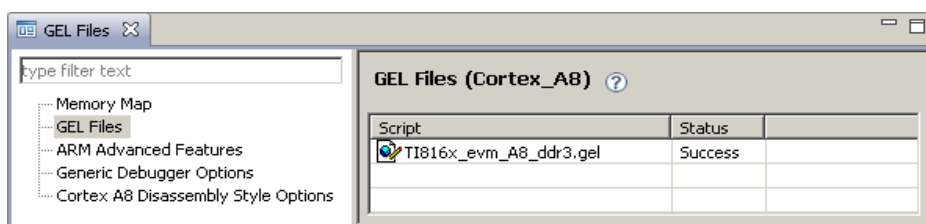

图 1-2-19
2. 选中 Cortex-A8 核并载入 gel 文件 TI816x_evm_A8_ddr3.gel，位于 D:\DSPresearch\Capture_Display_test_package\gel 目录下。载入 gel 文件后如图 1-2-19 所示：